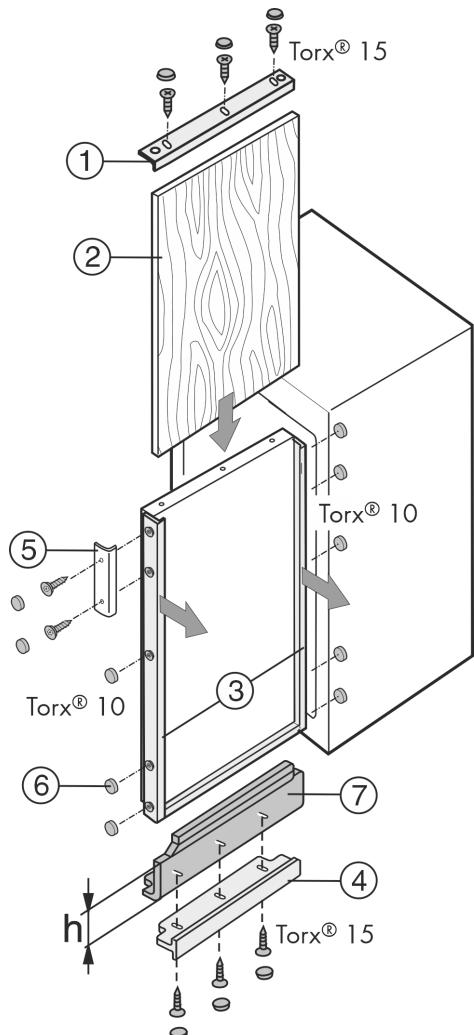

Fig. 42
Wenn bereits eine Dekorplatte vorhanden ist, diese aber in der Höhe zu klein ist, kann sie mit unterschiedlich hohen Ausgleichsblenden Fig. 42 (7) angepasst werden.